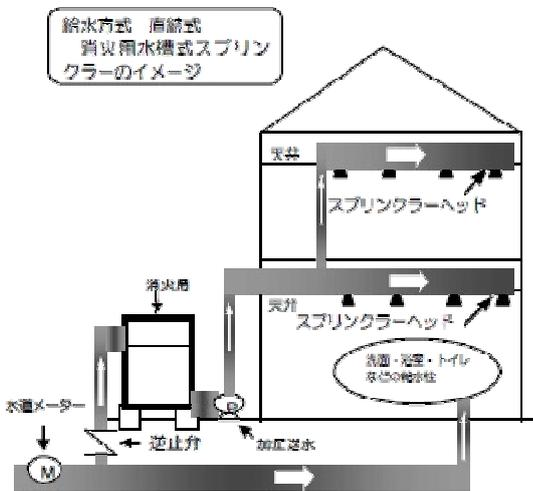
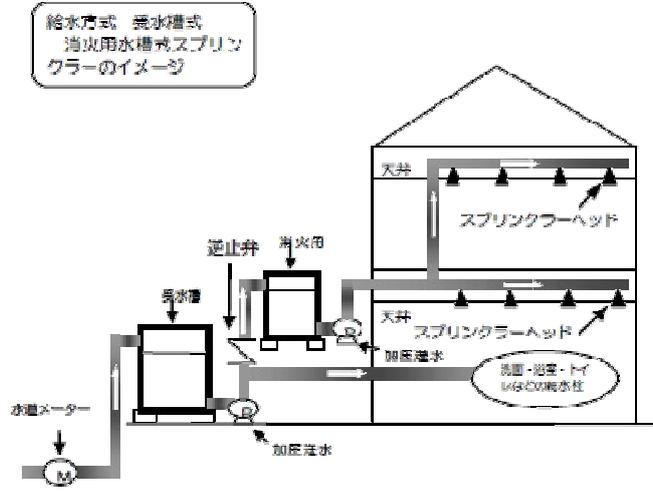

図 13-2-3
図 13-2-4
- (4) 結露現象を生じ、周囲（天井等）に影響を与えるおそれのある場合は、防露措置を行うこと。
- (5) 既存の給水装置の給水方式が直結式で、特定施設水道連結型スプリンクラーを消火用水槽方式で設置する場合、その分岐点に停滞水が逆流しないように逆止弁を設置すること。（※図 13-2-3、図 13-2-4 参照。）